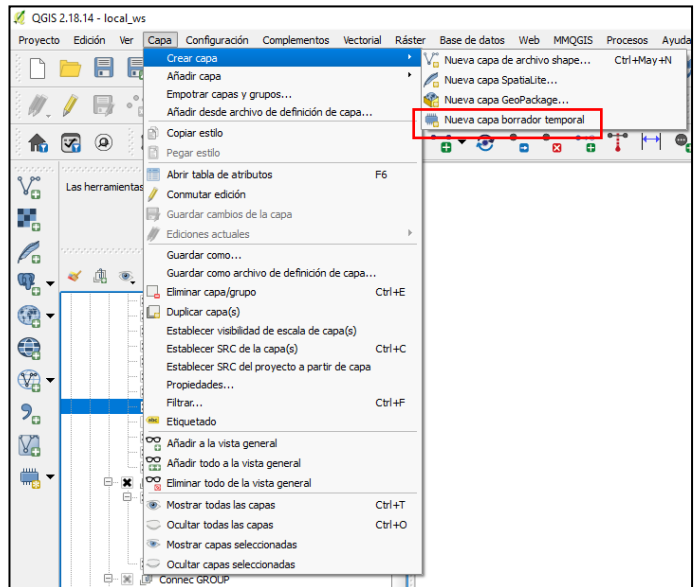

Imagen 93: Desde *Capa* se puede añadir una nueva capa temporal.
10. El primer paso es el de generar una nueva capa borrador temporal (Imagen 93). Esta debe ser de tipo lineal, con el mismo EPSG que nuestro proyecto. Una vez creada, ponemos la capa en edición y clicamos sobre 'Añadir objeto espacial'.